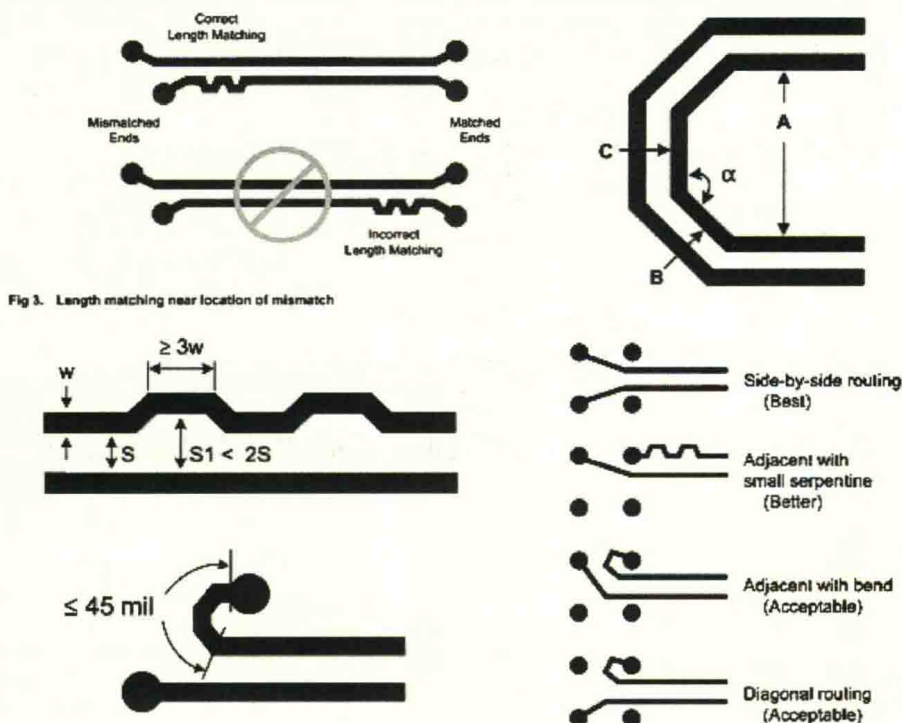

图 9-112 常见差分对内等长方式
(2) 单击需要等长的差分走线，并滑动鼠标，即开始差分蛇形走线，必要时也可以加阻碍线。
(3) 为了满足差分对内之间的时序匹配，一般差分对内之间也需要进行等长，误差要求一般是 5mil 以内。这种等长方式一般不再是以差分走线来等长了，而是利用单端走线命令，对差分走线的其中一条来进行绕线。常见差分对内等长方式如图 9-112 所示。